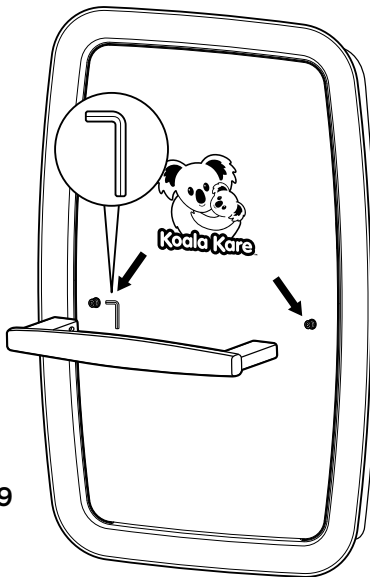

Abb. 9
- Ziehen Sie die Gewindestifte in den Griffen mit dem mitgelieferten Innensechskantschlüssel an, um den Griff an den Befestigungsschrauben zu fixieren. **Abb. 9**